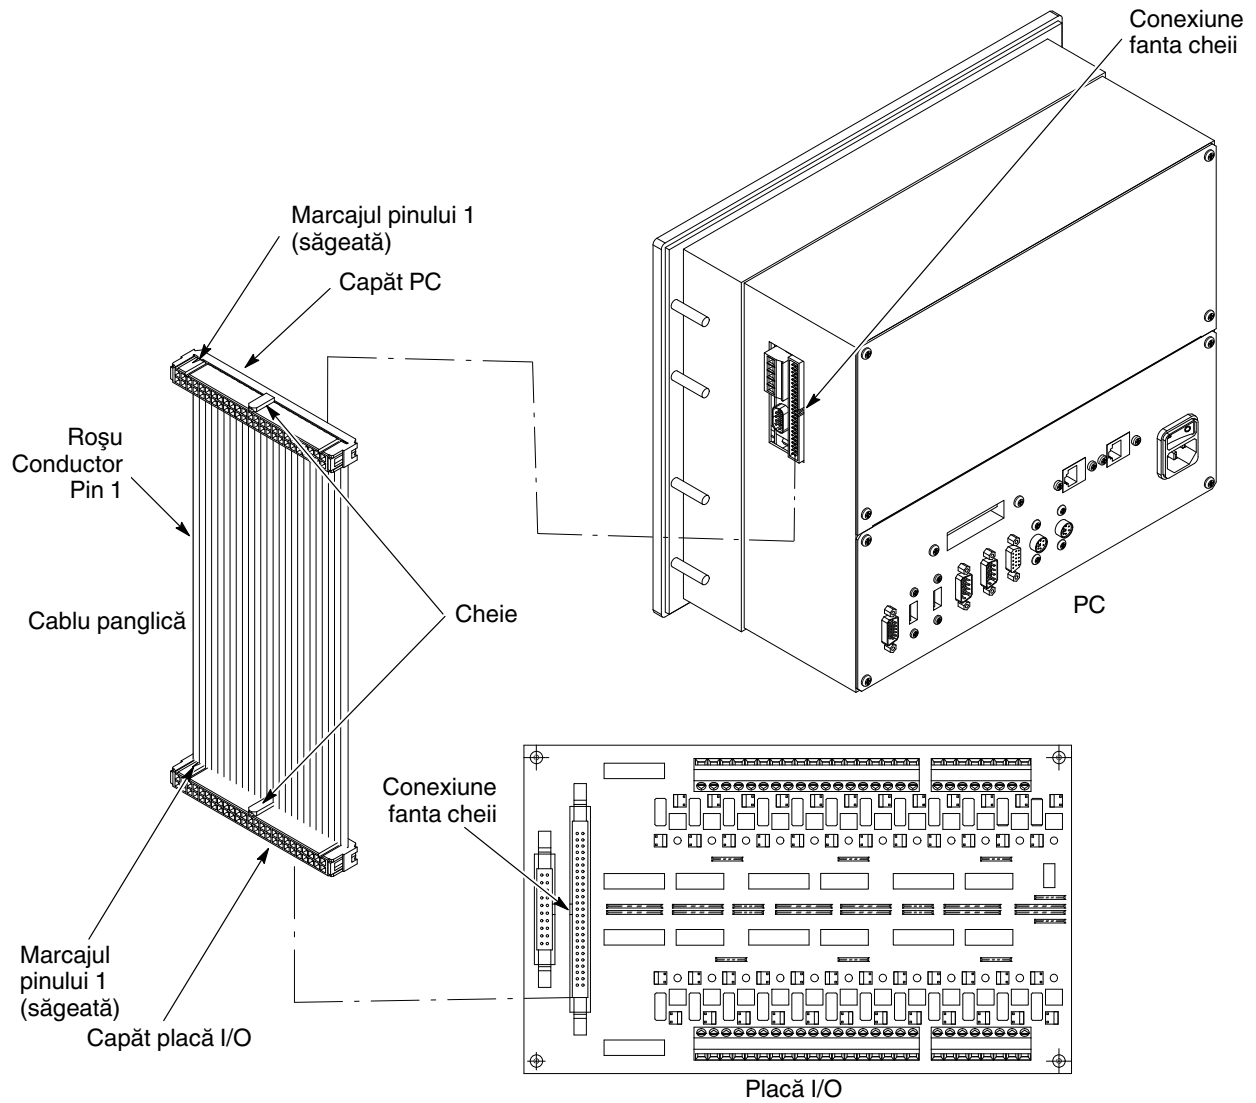

Figura 5-4 Conexiunile cablului panglică al plăcii I/O-PC
3. A se vedea Figura 5-4. PC-ul este prevăzut cu un cablu panglică nou. Folosiți-l pentru conectarea PC-ului în modulul de intrare digital.